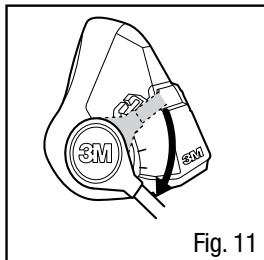

Fig. 11
2. Gire cada derivación del tubo de respiración un cuarto de vuelta en sentido de las manecillas del reloj hasta que quede bien asentado en la bayoneta y no pueda girar más (Figs. 11 y 12). No gire a la fuerza, ya que puede dañar la bayoneta. SA-1500/SA-2500 mostrado.